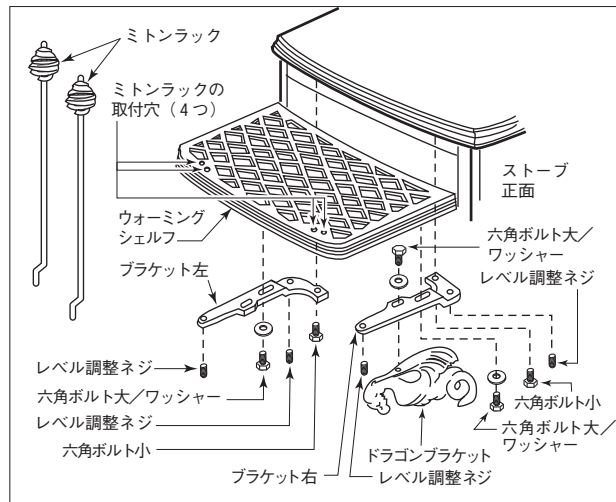

図.1 ウォーミングシェルフ部品図
1. レベル調整ネジを左右ブラケットの下側から取り付けます (図.1)。その際、レベル調整ネジがブラケット上側まで出ないようにしてください。